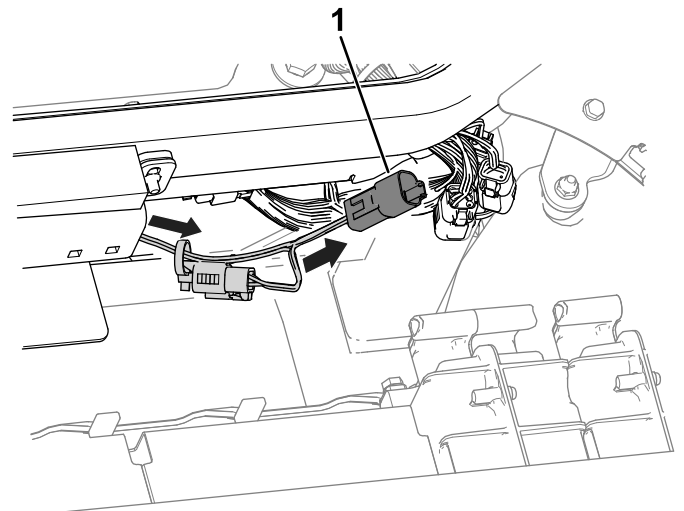

Figure 4
5. Acheminez la branche du faisceau (Figure 4) vers les connecteurs au-dessus du bouchon du réservoir hydraulique, et reliez-la au connecteur du faisceau de la machine étiqueté DRIVING LIGHT KIT POWER.